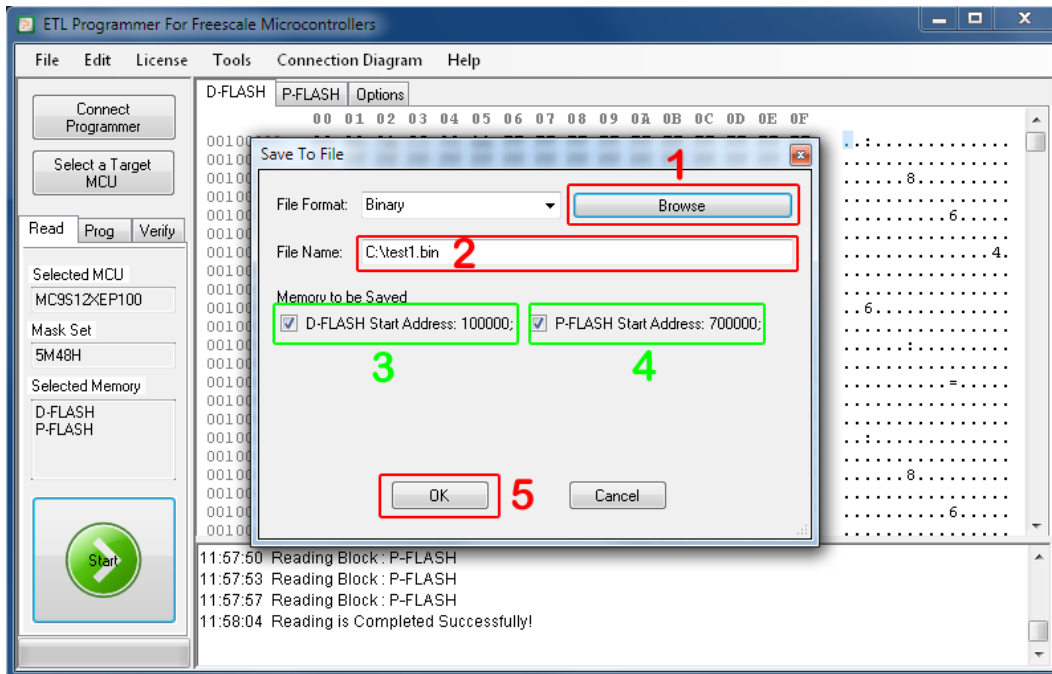

Figura 25 Seleccione todos los bloques de memoria y guarde en archivo
- Sería una buena idea completar el respaldo del MCU, guardar todas las áreas de la memoria "Flash de Datos" y "FLASH-Programa". Le da la posibilidad de recuperar la integridad del MCU en cualquier momento. Seleccione el recuadro "D-FLASH" marcado en verde. Busque el nombre del archivo para guardar los datos y presione el botón de "OK" (Figura 25). Desde éste punto en adelante, es seguro modificar el D-FLASH o P-FLASH.